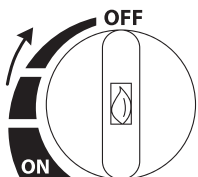

Рис. 5
5. Выключение горелки. Поверните ручку управления по часовой стрелке в положение «OFF/Выкл» (Рис. 5). Пламя погаснет и газ подаваться не будет.